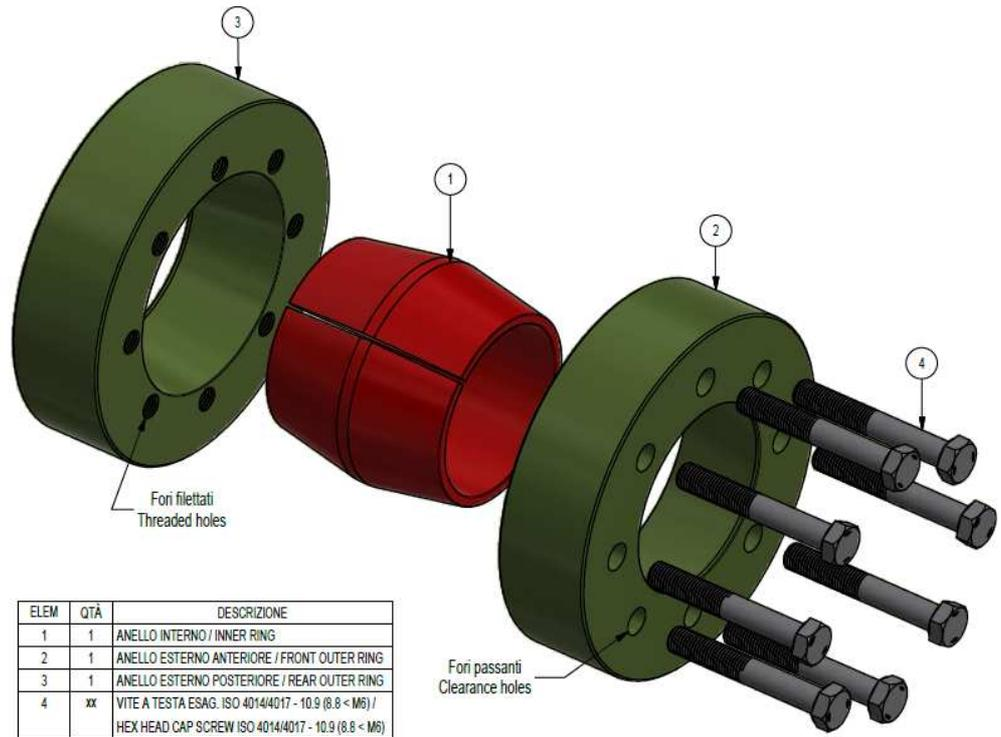

Fig. 1. Composizione.
- I giunti rigidi MAV 1204 sono forniti pronti per l'installazione e sono così composti (fig. 1):